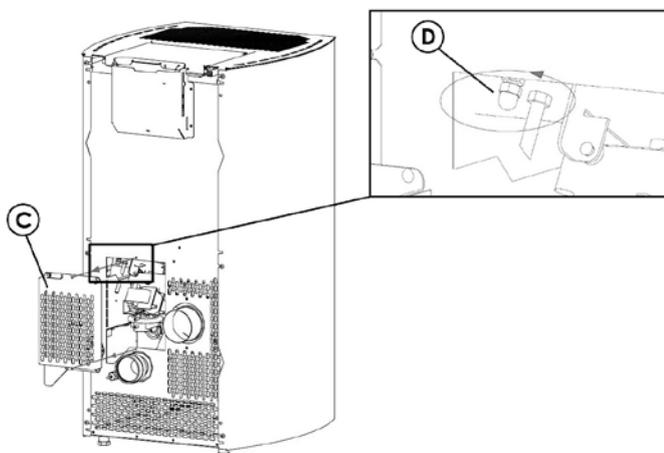

Fig. 27 - Abnehmen der Inspektionsabdeckung
- Inspektionsabdeckung "C" auf der Rückseite des Ofens abbauen (siehe **Fig. 27**).